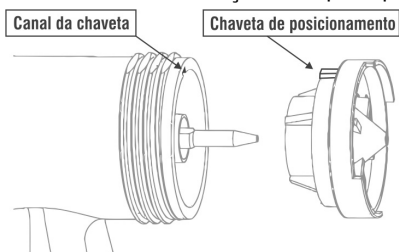

Fig. 9 – Montagem da capa de ar
- Para remontar a capa de ar deve-se encaixar a chave de posicionamento no seu encaixe, conforme Fig. 9. Remonte os demais componentes;